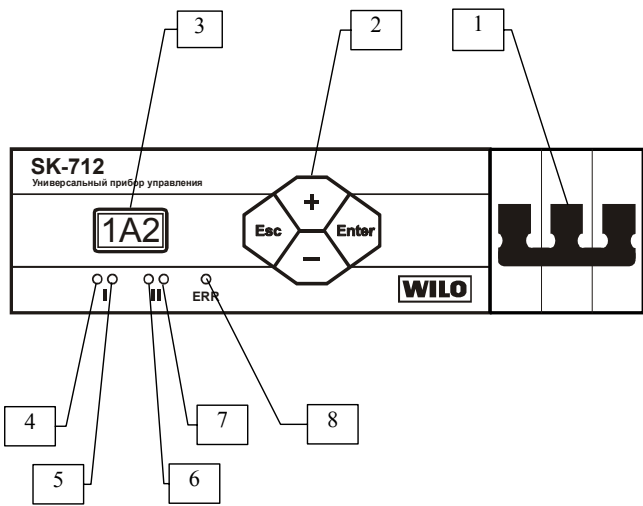

Рис. 1 Лицевая панель прибора
5.1 Лицевая панель прибора (рис. 1)